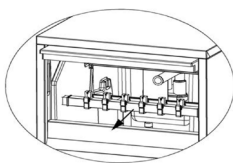

Figura 4
- Retire a conexão do tubo de pulverização (o tubo de silicone) em seguida, retire o tubo de pulverização (Figura 4).